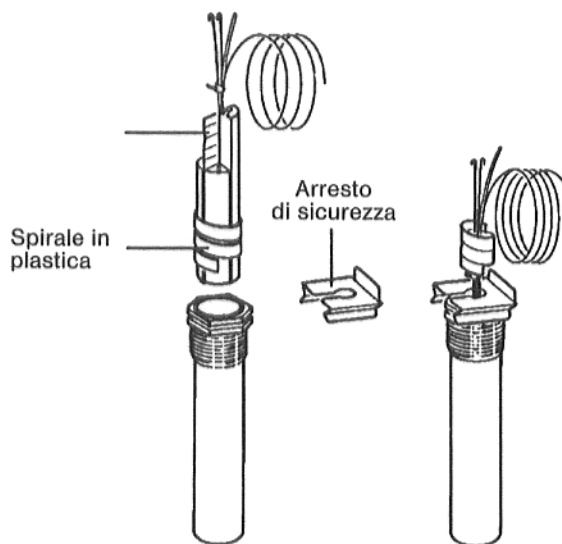

Fig. 11
La spirale in plastica, che tiene unite le sonde, viene automaticamente respinta all'inserimento delle stesse (Fig. 11).
La molla di compensazione deve essere coinserta nella guaina (pozzetto) (Fig. 11).
8. Premere l'arresto di sicurezza (impaccata con quadro comando) da sopra o lateralmente sulla tetta della guaina (Fig. 11).